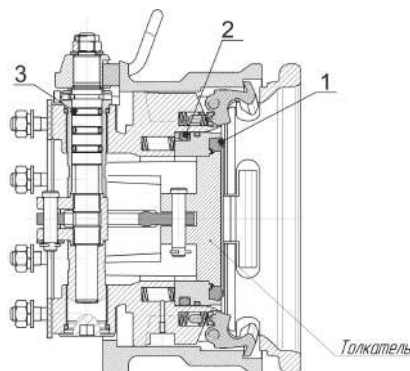

Рис. 17 - Головка присоединительная
В соединённом / разъединённом (замкнутом и разомкнутом) виде соединения приведены на рис.17, 18, 19. Указанные элементы соединения должны быть герметичны, как в разомкнутом состоянии, так и в соединённом, при соответствующих величинах давления жидкости.
- манжета торцового уплотнения поз.1 (см. рис.17)
- кольцо радиального уплотнения поз.2 (см. рис.17)
- кольцо уплотнения рукоятки привода поз.3 (см. рис.17)